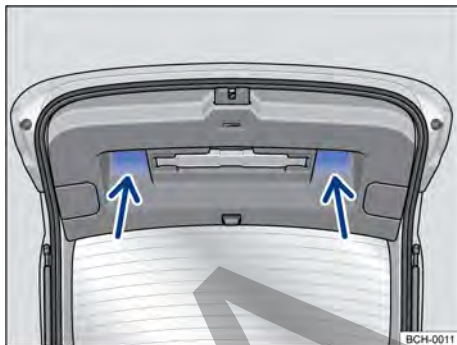

Fig. 57 Tapa trasera abierta: cavidades (flechas) para tirar y cerrar.
- Tirar del portón trasero por el rebaje en el revestimiento interior → **fig. 57** con fuerza hacia abajo, de modo que encaje en la cerradura → ⚠.